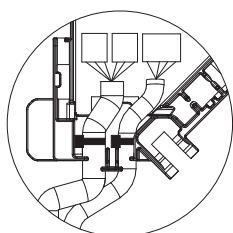

Fig. 5-16
- Compruebe que la abrazadera que sujeta los cables de enlace del sensor i-See y del receptor de señales esté colocado en el interior de la caja de conexión. (Fig. 5-16)